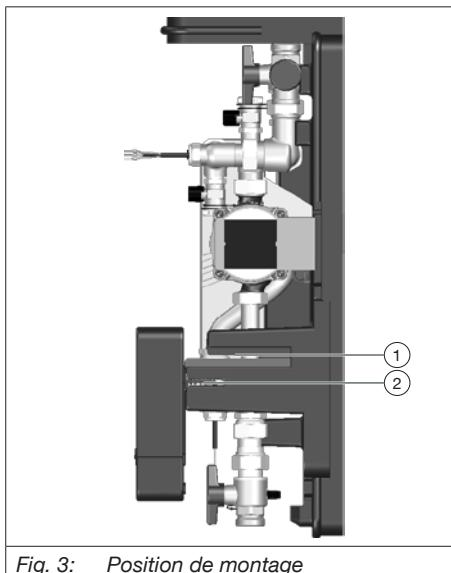

Fig. 3: Position de montage
2. Tourner le régulateur et le fixer dans la position de montage comme illustré sur la Fig. 3.